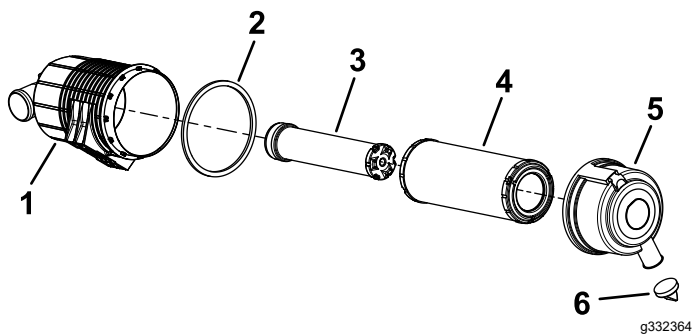

Bild 40
5. Warten Sie den Luftfilter und den Sicherheitseinsatz, wenn Sie darauf hingewiesen werden (Bild 40).